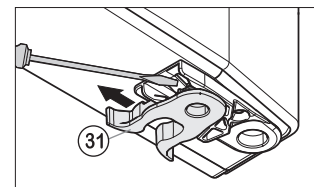

Fig.5
- Pružinovou svorku Fig. 5 (31) přesadit: Stisknout zarážku pro uchycení, přesto stáhněte pružinovou svorku.